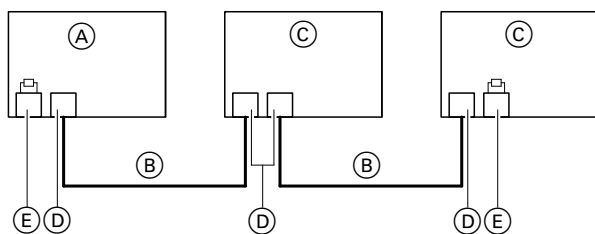

Abb. 50
- Der CAN-BUS der Geräte ist für die BUS-Topologie „Linie“ mit beidseitigem Abschlusswiderstand (Terminierung) ausgelegt: Siehe Abb. 50.